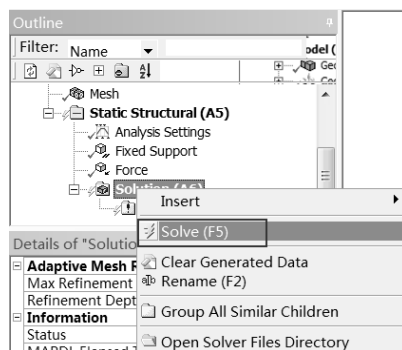

图 5-78 求解
Step6 : 在 Outline (分析树) 中的 Static Structural (A5) 选项上右击 , 在弹出的快捷菜单中选择  Solve 命令 , 如图 5-78 所示 , 此时会弹出进度显示条 , 表示正在求解 , 当求解完成后进度条自动消失。